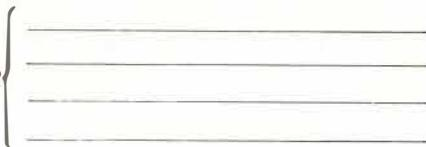

Fig. 3. Diagrama de un extendido en escalón.
El siguiente ejemplo (Fig. 3) servirá para tener una idea clara de este tipo de extendido Parte A, se extienden tres capas de tal forma que midan el largo de las tablas 38-40-42. Las siguientes tres capas se extienden hasta el largo de las tallas 38 y 40 (B) y las últimas tres capas ocupan el largo de la talla 40 C.